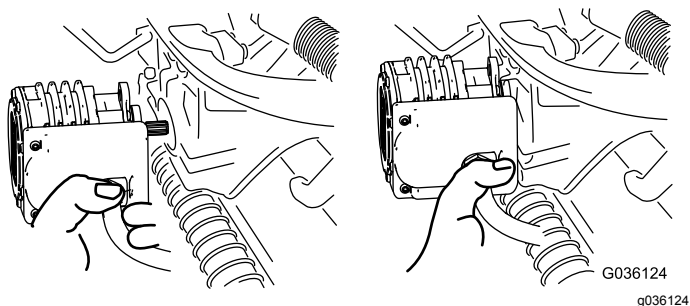

Figure 53
4. Amenez le moteur à la position de rangement sur l'avant du bras de suspension (Figure 53).